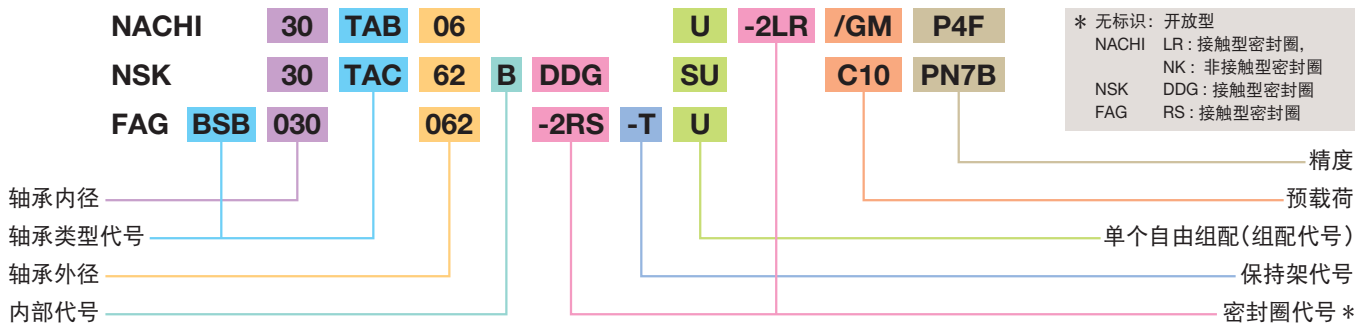

图1 自由组配轴承的组配代号和组配方式的比较
- 2 将轴承装入轴承座。这时,请注意轴承的朝向。自由组配轴承的外径面有组配标识「<」、组配方式和组配标识的关系如图1所示。